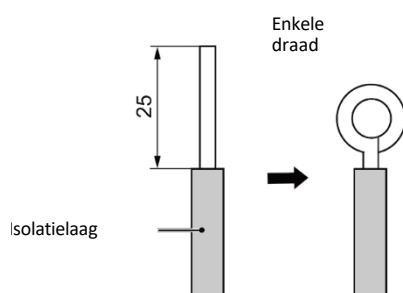
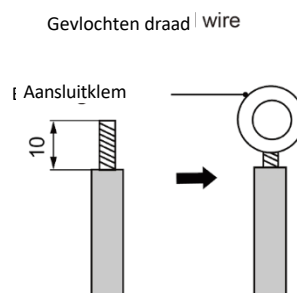

Fig. 5.1
Fig. 5.2
(1) Aansluiting van de draad (zoals aangegeven in afb. 5.1)
- ① Strip ongeveer 25 mm isolatie van het uiteinde van de draad met behulp van een strip- en kniptang.
- ② Verwijder de bevestigingsschroeven van het klemblok.
- ③ Steek het uiteinde van de draad met een langbektang door de ring en houd de ring op zijn plaats met de schroef.
- ④ Gebruik de schroevendraaier om het klemblok vast te draaien.
(2) Aansluiting van de gevlochten kabel (zoals weergegeven in afb. 5.2)
- ① Strip ongeveer 10 mm isolatie van het uiteinde van de gevlochten draad met behulp van een strip- en kniptang.
- ② Draai de bevestigingsschroeven op het klemmenblok los.
- ③ Steek de draad in de ringkabelschoen en zet deze vast met behulp van de krimptang.
- ④ Gebruik de schroevendraaier om het klemmenblok vast te zetten.